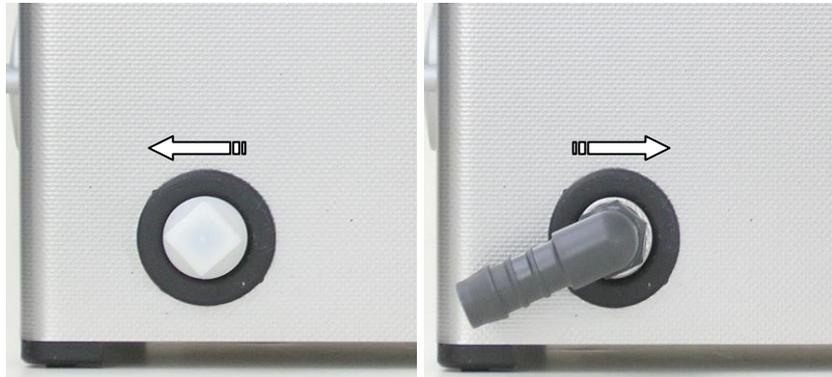

Bild 5.1 Ablauf mit Verschlussstopfen Auslieferungszustand Bild 5.2 Ablauftülle montiert
1. Schrauben Sie die werksseitig angebrachte Schraubkappe aus Kunststoff im Gegenuhrzeigersinn ab (*siehe Bild 5.1*)